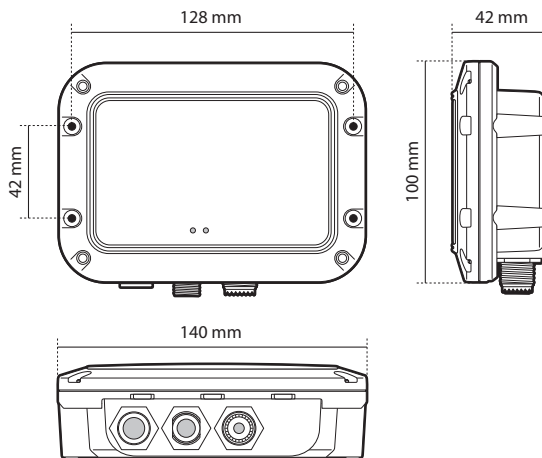

Figure 5 Récepteur SIA dimensions
- Il doit y avoir un espace suffisant autour de la boîte de connexion du Récepteur SIA pour acheminer les câbles. Veuillez consulter Figure 5 pour plus de détails sur les dimensions du Récepteur SIA.